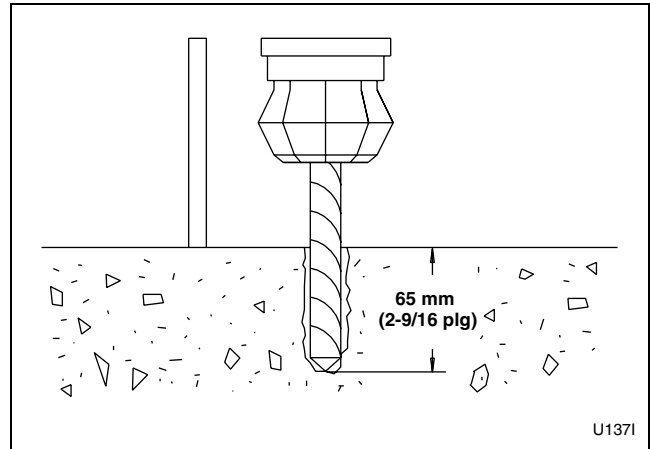

Figura 3
5. Perfore los orificios a la profundidad establecida. Consulte la *Figura 3*.